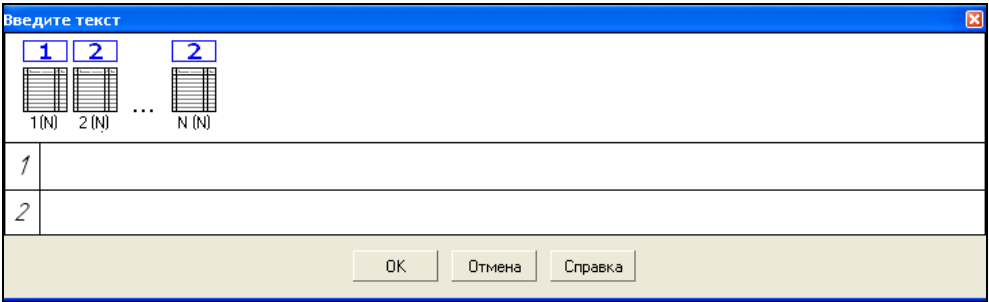

Рис. 14.24. Диалоговое окно Введите текст
- ♦ в Строке меню нажмите **Спецификация ► Спецификация на листе ► Название**. Система выведет на экран диалоговое окно **Введите текст** (рис. 14.24);